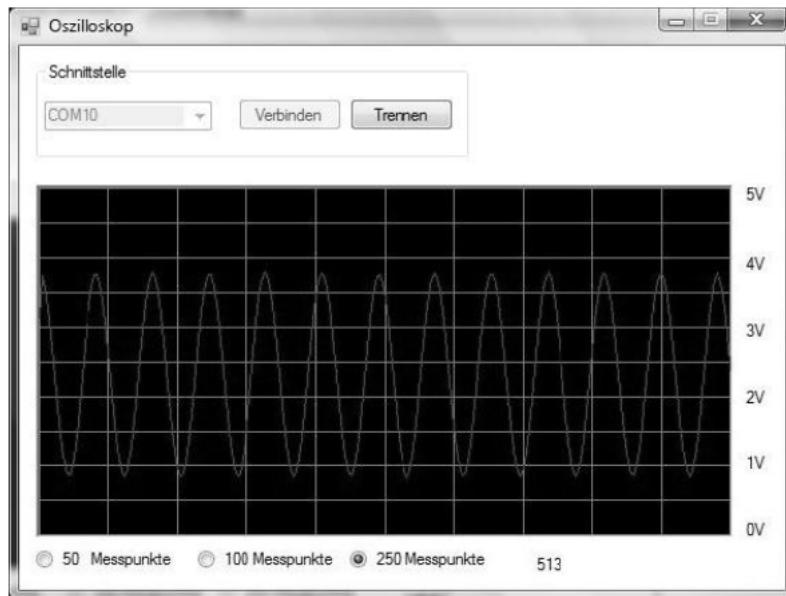

Рис. 10.26. VB.NET-осциллограф с памятью
Если требуется исследовать быстропротекающие процессы (примерно до 5 кГц), фиксировать их нужно иначе (листинг 10.28). Для этого сначала следует создать массив данных, в котором можно оставлять 255 результатов измерения. В цикле, который считает от 1 до 256, измеряется при каждом прохождении аналоговый вход и текущее значение пишется в массив. Измерение всегда начинается со стартового байта (55), который должен посыпаться из персонального компьютера. Если измерение завершено, содержание массива передается в программу VB.NET. Разделение старшего и младшего байтов происходит уже известным способом. Программа VB.NET обрабатывает данные и отображает диаграмму напряжения в графическом окне. Таким образом, получается несложный осциллограф с памятью, который позволяет анализировать низкочастотный сигнал. Для измерения высоких напряжений (более 5 В) необходимо перед аналоговым входом дополнительно подключать делитель напряжения. При отсутствии подходящего источника сигналов можно посмотреть наводку сигнала сети 50 Гц. Для этого присоедините кусок провода к аналоговому входу 0 и просто возьмитесь за него пальцами (рис. 10.26).